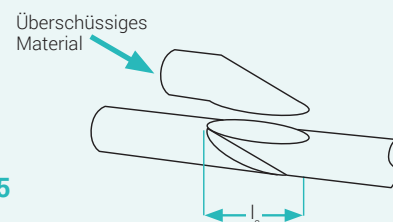

Abb. 5
- Überschüssiges Material so schärfen, dass die Übergangsstelle die gleiche Höhe aufweist wie das ursprüngliche Dichtungsband (Abb. 5).